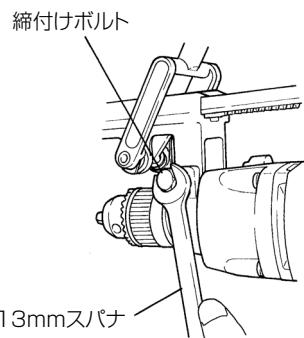

図 8
(4) マウントリングのみぞの部分に締付けボルトを通して、付属の13mmスパナでしっかりと締付けます。(図 8)